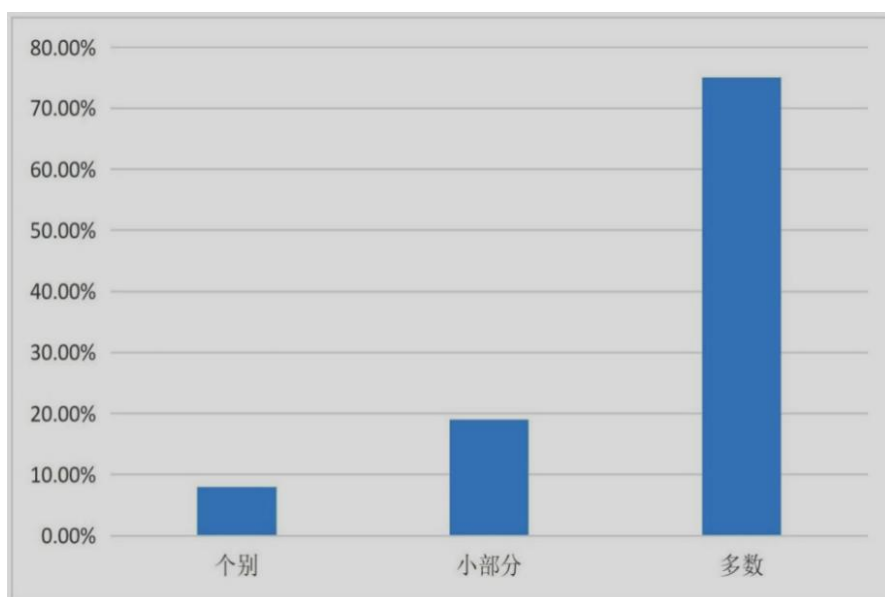

图 3-3 参与专业深造、技能培训的情况
3. 企业员工的专业深造、技能培训情况数据表明（图 3-3），有大约 19% 的企业认为，本企业小部分的人需要参加专业深造和技能培训，加上大约一半和多数员工需要深造的企业，一共有 95% 的企业认为员工参与专业深造、技能培训对企业的发展有重要作用。这些数据表明，绝大多数的企业认为电子信息工程技术属于新兴技术，新兴技术的发展日新月异，所以需要员工与时俱进，定期参与专业深造与技能培训。